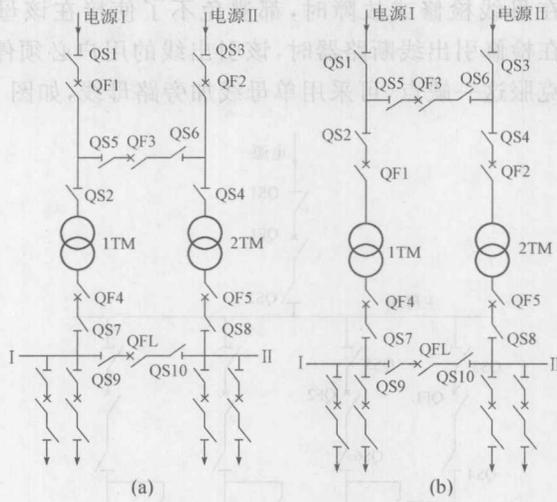

图 1-5 桥式接线
①内桥接线如图 1-5(a)所示,跨接桥靠近变压器侧,桥开关(QF3)装在线路开关(QF1、QF2)之内,变压器回路仅装隔离开关,不装断路器。采用内桥接线可以提高改变输电线路运行方式的灵活性。
②外桥接线如图 1-5(b)所示,跨接桥靠近线路侧,桥开关(QF3)装在变压器开关(QF1、QF2)之外,进线回路仅装隔离开关,不装断路器。